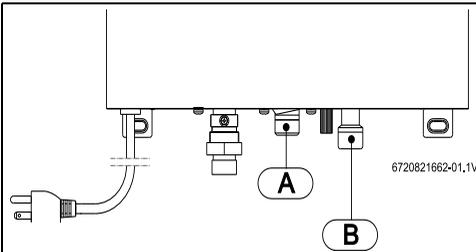

Fig. 12 Conexión del agua
- ▶ Identificar el tubo de agua fría (Fig. 12, [B]) y el tubo de agua caliente (Fig. 12, [A]), para evitar cualquier conexión equivocada.